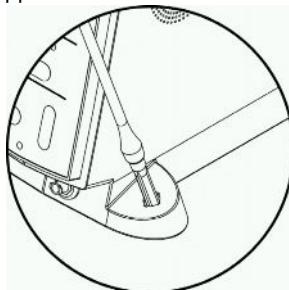

Рис. 2
1. После того, как игла присоединена к наконечнику, установите колпачок иглы в разъем для наконечника с любой стороны базового блока STA (Рис. 2).